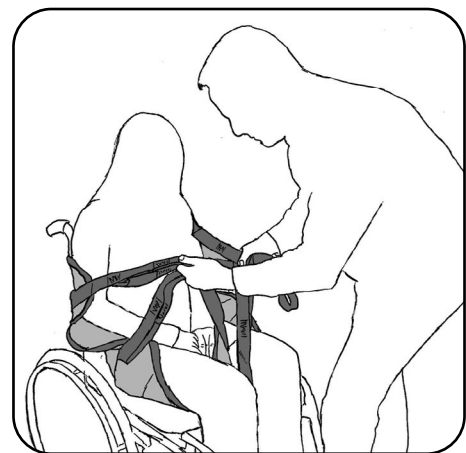

Abb. 8.2.05 – Liftergurt hinter dem Rücken des Patienten positioniert
5. Führen Sie die Beinstützen von außen nach innen unter den Oberschenkeln des Patienten durch, so dass die Beinschlaufen zwischen den Oberschenkeln liegen. Achten Sie darauf, dass die Beinschlaufen gleich lang sind. Straffen Sie die Beinstützen durch seitliches Ziehen, damit sie faltenfrei anliegen. Ordnen Sie die Schulter-schlaufen rechts und links von den Schultern des Patienten an (Abb. 8.2.05).